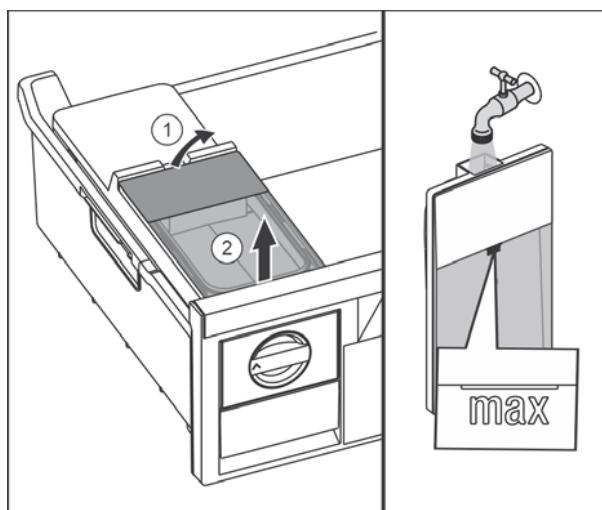

Fig. 31
- Поднять бак для воды сзади Fig. 31 (1) и извлечь движением верх Fig. 31 (2).